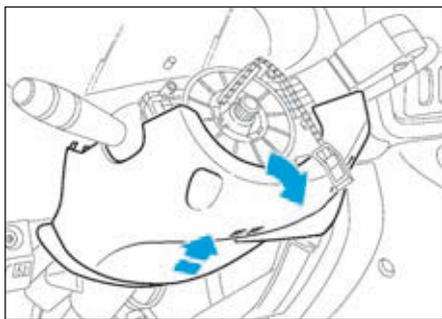

FIG.7
- Déposer la demi-coquille inférieure en la baissant puis en la tirant vers le haut (Fig.7).